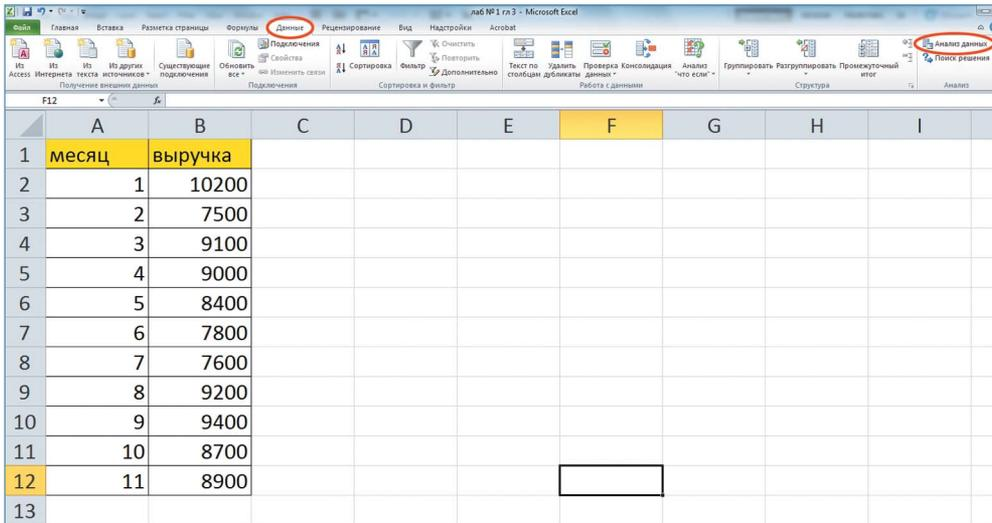

Рис. 12
1. Переходим во вкладку «**Данные**» и жмём на кнопку «**Анализ данных**» на ленте инструментов в блоке «**Анализ**» (рис. 12).